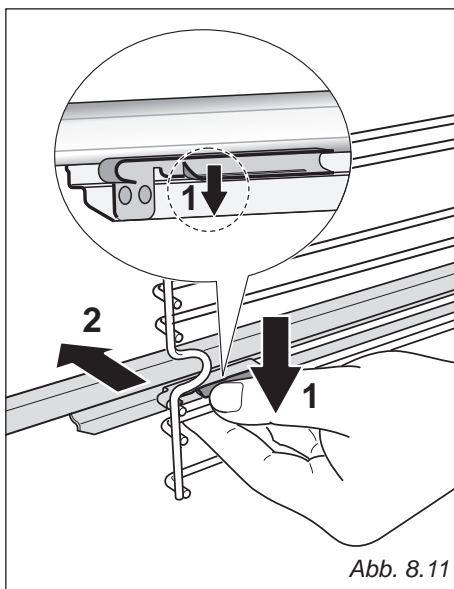

Abb. 8.11
- Suchen Sie die Sicherheitsverriegelungen. Dies sind die Laschen, die den Draht des seitlichen Drahtgestells umklammern (Pfeil 1 in Abb. 8.11).
- Ziehen Sie die Sicherheitsverriegelungen vom Draht fort, um den Draht zu lösen (Pfeil 2 in Abb. 8.11).